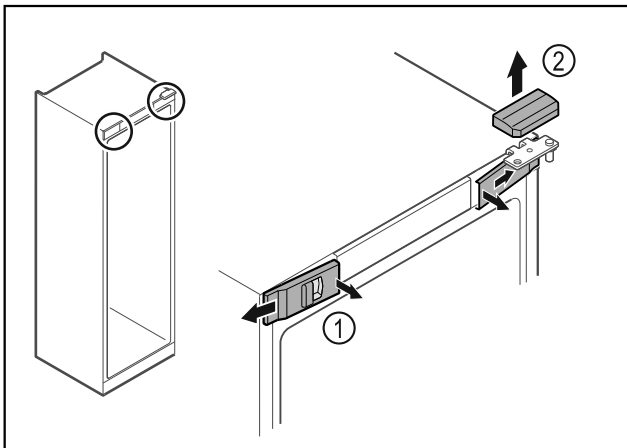

Fig. 9
- Disinnestare le coperture anteriori Fig. 9 (1) dall'interno ed estrarle lateralmente.
- Rimuovere la copertura superiore Fig. 9 (2) sollevandola verso l'alto.